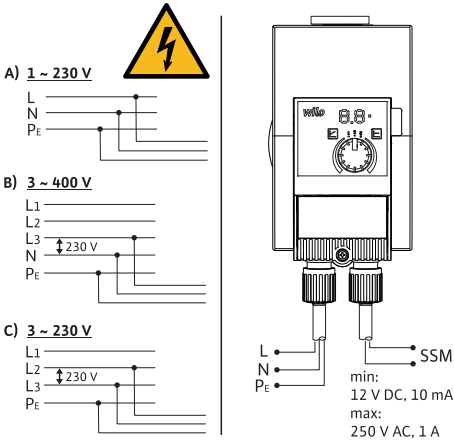

Fig. 3: Anslutningsmöjligheter
- Anslut till 230 V-läggspänningsnät. När man ansluter till IT-nät (nätverkstyp "Isolé Terre") måste man under alla omständigheter säkerställa att spänningen mellan faserna (L1-L2, L2-L3, L3-L1 → Fig. 3) inte överskrider 230 V.